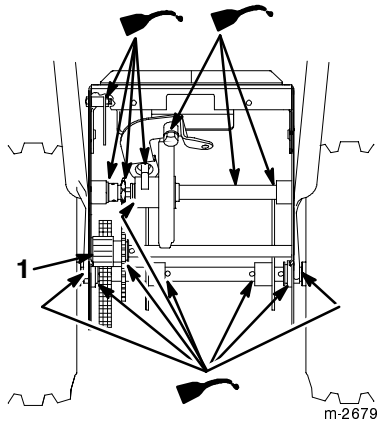

Bild 34
- Fetten Sie das Achszahnrad leicht ein (Bild 34).